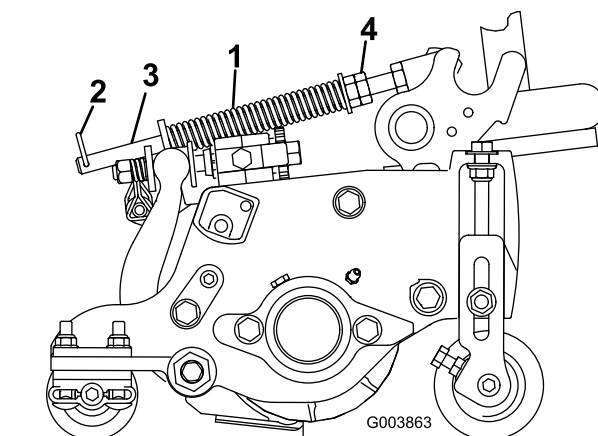

Figure 17
1. Vérifiez que la goupille fendue est insérée dans le trou de la tige de ressort (Figure 17).
2. Serrez les écrous hexagonaux à l'extrémité avant de la tige de ressort jusqu'à ce que la longueur du ressort comprimé soit égale à 15,9 cm (Figure 17).
**Remarque:** Si le plateau de coupe doit être déposé de la machine, déplacez la goupille fendue dans le trou avant de la tige de ressort (Figure 17). Veillez à remettre la goupille fendue dans le trou arrière de la tige de ressort lorsque le plateau de coupe est remis en place sur la machine.